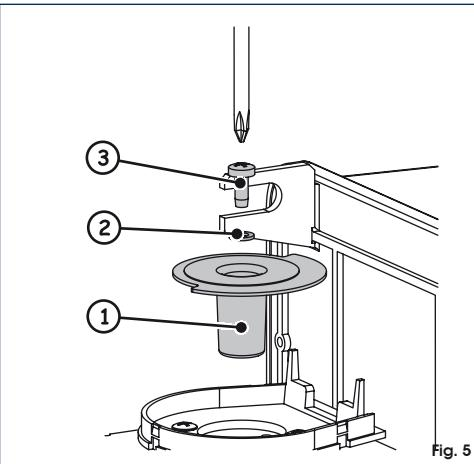

Fig. 4
- Inserire l'inserto filettato con la vite nel foro dell'albero motore, fig. 4.
- Utilizzando un punterulo ed un martello assicurarsi che l'inserto in alluminio sia inserito nell'albero motore sino a battuta, fig. 4 rif. A.
- Fit the threaded insert with the screw into the motor shaft opening, fig. 4.
- By means of a punch and a hammer, make sure that the aluminium insert has reached the travel stop inside the motor shaft, fig. 4 ref. A.
4. Insérer l'élément intercalaire fileté avec la vis dans l'orifice de l'arbre moteur, fig. 4.
5. Avec un poinçon et un marteau, s'assurer que l'élément intercalaire en aluminium est introduit à fond dans l'arbre, fig. 4 réf. A.
4. Introduzca el inserto rosado con el tornillo en el orificio del eje motor, fig. 4.
el inserto de aluminio esté introducido en el eje motor hasta el tope, fig. 4 rif. A.